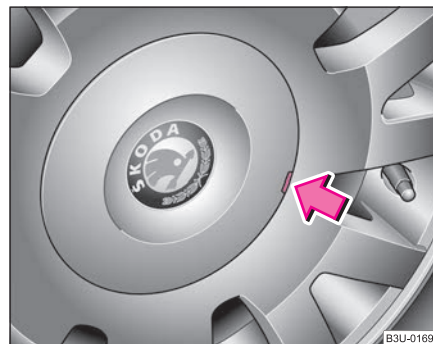

Fig. 192 Cambio de rueda: Retirar los embellecedores de rueda
- Saque el embellecedor de rueda apalancando con cuidado mediante un gancho extractor ⇒ fig. 192. ■